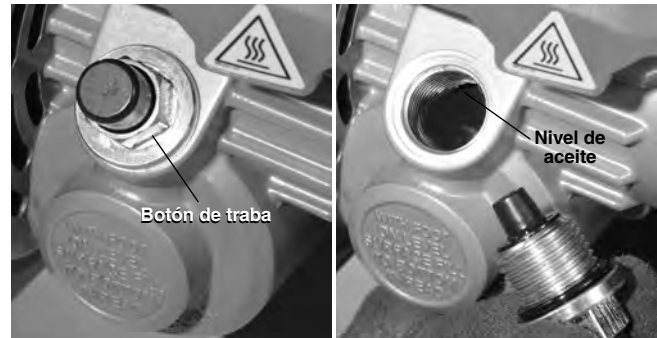

Figura 19 – Lubricación de la caja de cambios
sinfín y dañarían la sierra. No coloque demasiado aceite. Vuelva a instalar el conjunto de tapón de depósito de aceite/botón de traba (*Figura 19*).
2. Presione y mantenga oprimido el tapón del depósito de aceite/botón de traba, para trabar la cuchilla (*vea la Figura 19*).